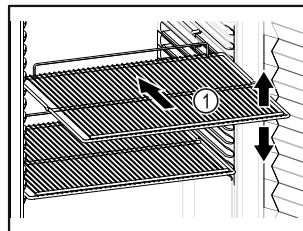

Fig. 40 Ενδεικτική απεικόνιση
- Εάν οι σχάρες Fig. 40 (1) είναι ρυθμιζόμενες, προσαρμόστε τα ανάλογα με το ύψος.